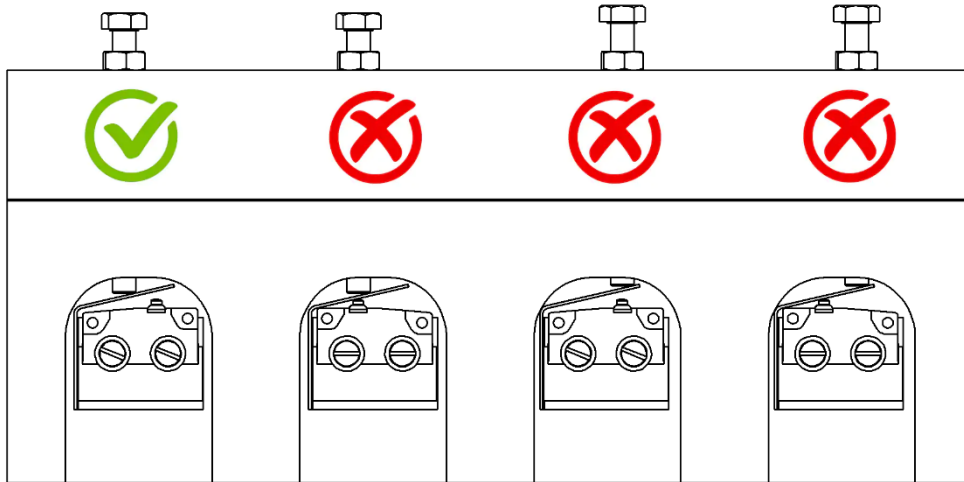

Fig. 2 Palancas de izquierdas
Paso 2: Disponga la palanca multiplicadora en la caja del detector, de modo que sus dos orificios coincidan con los de fijación del detector, y de tal forma que el punto más bajo de la leva se sitúe en la zona de contacto con la punta del tornillo de ajuste fijado a la placa móvil (Fig. 2 y Fig.3).
Paso 3: Invierta la posición del detector y dispóngalo en su caja, sobre la palanca multiplicadora, y de modo que sus orificios de fijación coincidan con los de la placa. Asegúrese de que su pulsador incide sobre la parte más alta de la leva (Fig. 2 y Fig.3).